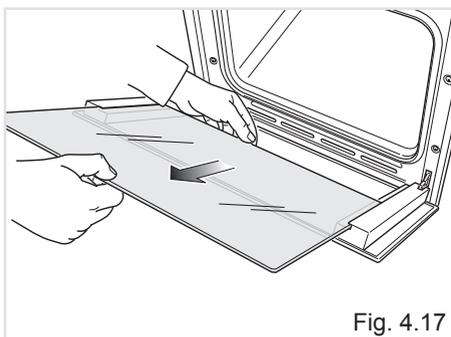

Fig. 4.17
- Sfilare delicatamente il vetro interno (fig. 4.17) e pulirlo con prodotti idonei. Asciugarlo sempre accuratamente.